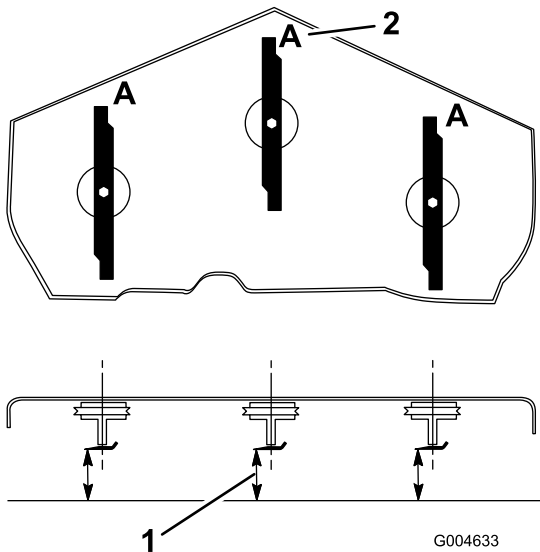

Figura 70
3. Gire las cuchillas hasta que los extremos estén orientados hacia adelante y hacia atrás (Figura 70).
Nota: Mida desde una superficie nivelada hasta el filo de corte, posición A, de las cuchillas (Figura 70). Anote esta dimensión.